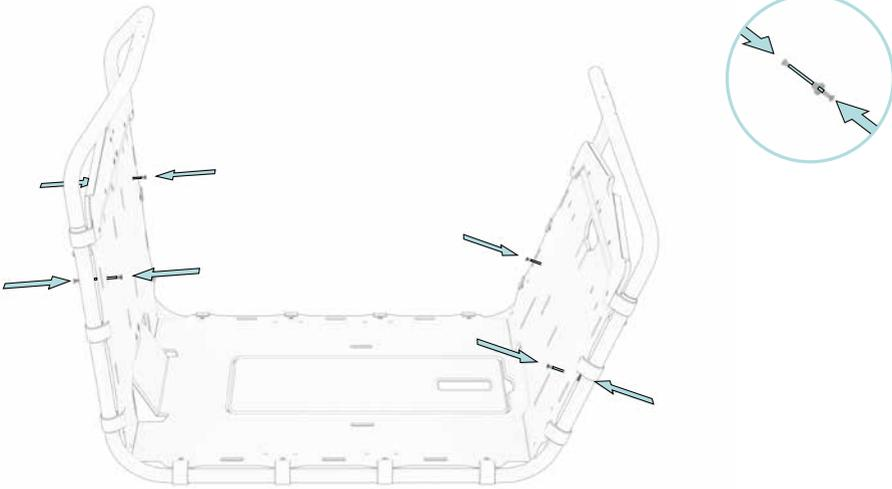

Abb. 12
Zur Montage des Vario-Soft-Tops zuerst die Rundknöpfe (3) vorne und hinten mit M5 Schraube (4), M5 Mutter (5) und je Seite einer Unterlegscheibe (6) an den Kunststoff-Leichtbauplatten anschrauben, mit ca. 2 Nm anziehen (Abb. 12).